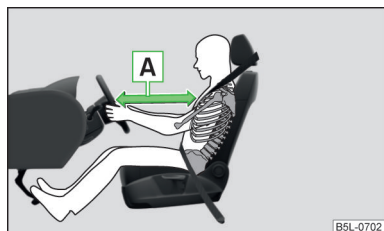

Fig. 8
- Atât pentru șofer cât și pentru pasagerul față este important să păstreze o distanță de aproximativ 25 cm față de volan, respectiv de planșa de bord A » fig. 8. Dacă nu se respectă această distanță, sistemul airbag nu își poate exercita eficiența maximă - Pericol! Pe lângă acestea, scaunele din față și tetierele trebuie să fie întotdeauna reglate în funcție de mărimea corpului.